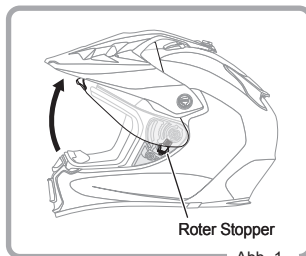

Abb. 1
1. Visier vollständig öffnen (Abb. 1).